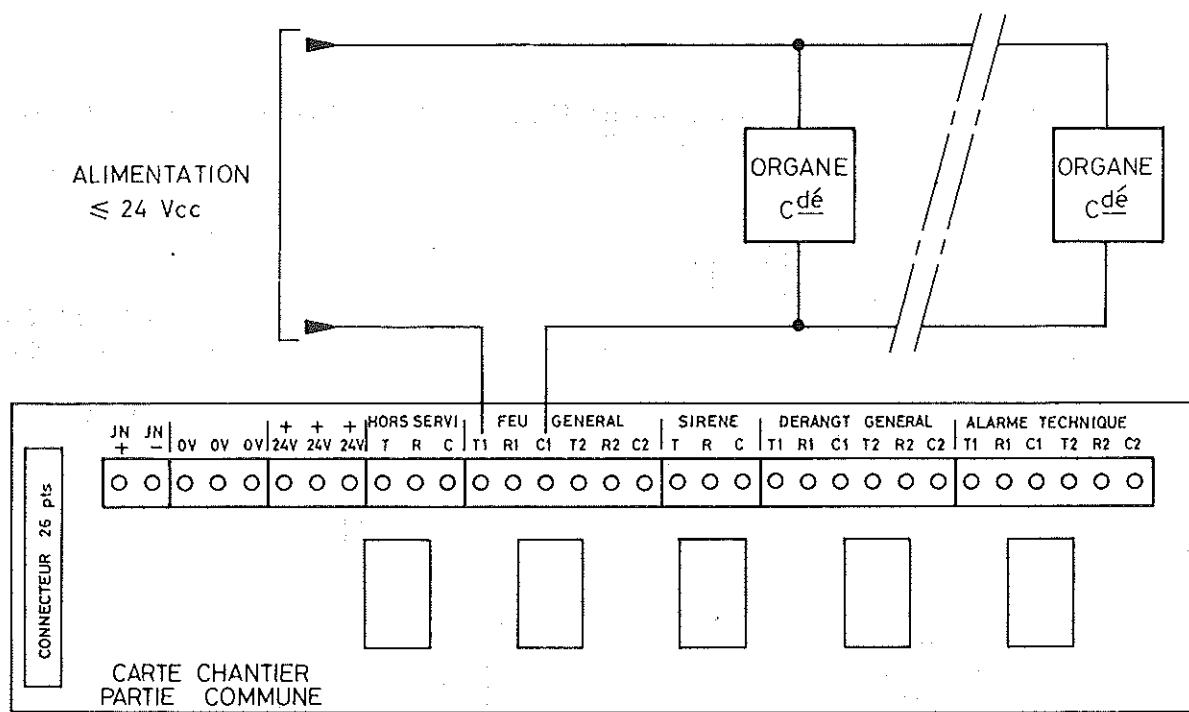

fig 16
- Le raccordement se fait comme pour une commande non auto-contrôlée (fig. 16)